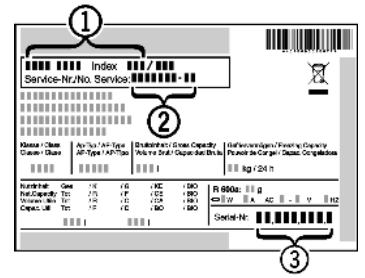

Fig. 55
- Odczytać z tabliczki znamionowej oznaczenie urządzenia *Fig. 55 (1)*, nr serwisowy *Fig. 55 (2)* oraz numer seryjny *Fig. 55 (3)*. Tabliczka znamionowa znajduje się po lewej stronie wewnątrz urządzenia.